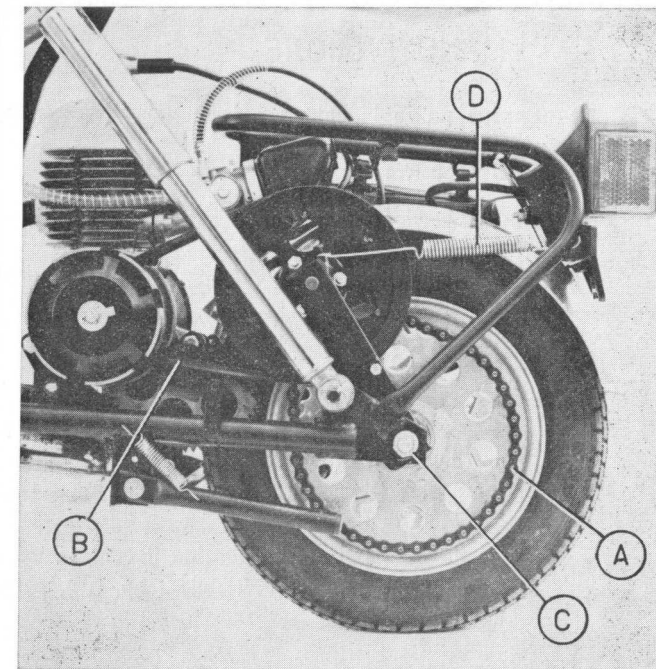

fig. 20
- Scollegare la catena in corrispondenza della maglia di giunzione (fig. 20-A);
- Togliere la molla (fig. 20-D);
- Togliere la cinghia dalla puleggia posteriore (fig. 20-B);
- Svitare i dadi di fissaggio alla forcella (fig. 20-C);